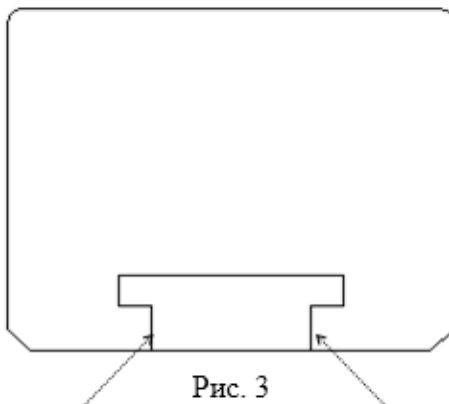

Рис. 3
3. Тем самым AutoCAD приглашает вас указать граничные объекты. Выберите с помощью мыши примыкающие к нижнему краю пластины вертикальные отрезки, образующие выемку (на рис.3 на них указывают стрелки). Чтобы создать набор из нескольких объектов, удерживайте нажатой клавишу Shift, по окончании выбора нажмите <Enter>. Программа отобразит такое приглашение:
Для этой цели нарисуем коромысло (рис. 3):